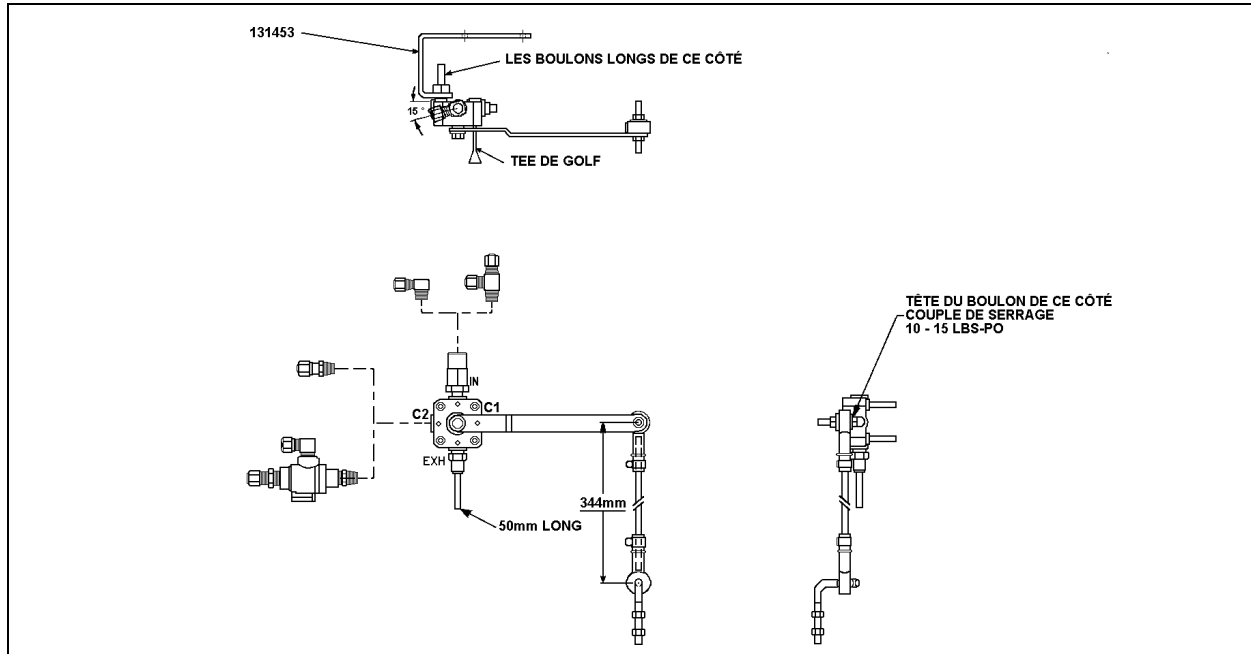

FIGURE 7: INST. DE LA SOUPAPE DE COMMANDE DE HAUTEUR DROITE ARRIÈRE BARKSDALE
6. Démontez l'ensemble soupape, jeter la soupape Neway tout en prenant soin de garder les raccords. Retirer les étranglements insérés dans les raccords, jeter les étranglements. Nettoyer les raccords et entourer les filets de produit d'étanchéité Teflon en pâte. Ajouter un clapet de non-retour (Prévost no 640135) sur l'admission de la soupape. Ne pas utiliser un étau pour serrer le corps de la soupape lors du remontage des raccords, visser des écrous sur les goujons et serrer les écrous dans l'étau. Éviter de trop serrer les raccords, serrer à la main seulement, ajouter un tour et demi puis positionner à l'angle désiré. Afin d'assurer le bon fonctionnement de la soupape, tourner le levier de commande trois fois dans les deux sens. Monter le raccord (Prévost no 641332) muni de la tuyauterie flexible (Prévost no 503402) sur l'orifice d'échappement (voir la fig. 7).
8. Monter le manchon de caoutchouc (Prévost no 630133) sur la tige pliée déjà installée, insérer la nouvelle tige (Prévost no 131447) dans le manchon puis monter le deuxième manchon (Prévost no 630117) sur la tige. Fixer à l'aide des colliers de serrage (Prévost no 504014) selon la fig. 7.